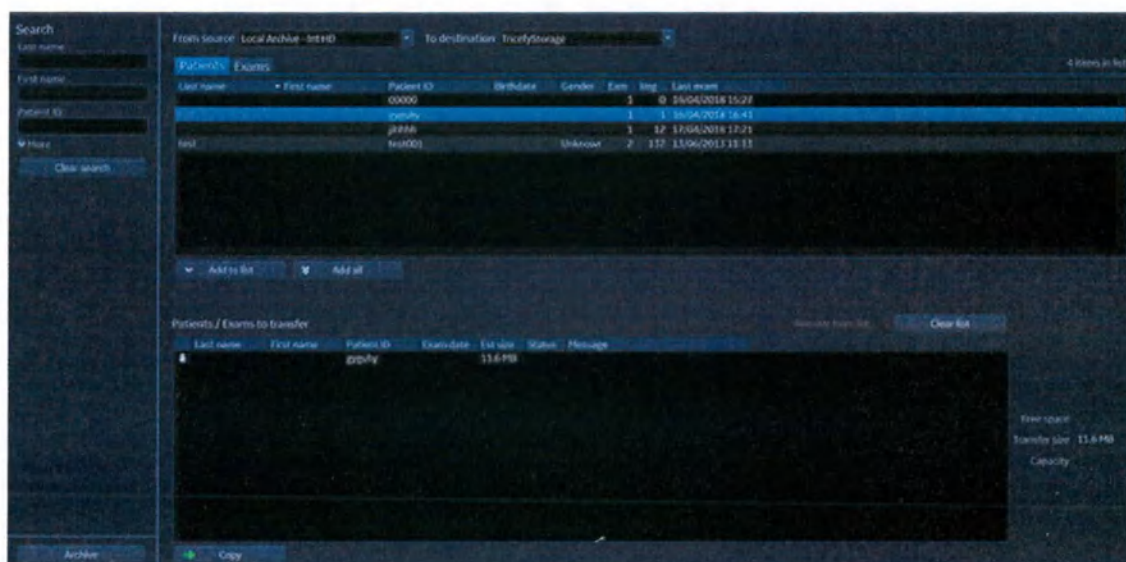

Рис. 10-50. Экран передачи данных
Появится экран *Transfer* (Перенос) (Рис. 10-50).
4. Нажмите кнопку **Copy** (Копировать) (Рис. 10-50). Данные исследования будут отправлены на веб-сайт Tricefy (https://tricefy4.com/users/sign_in).